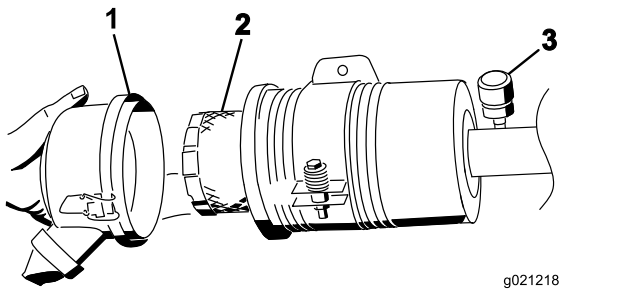

Figura 71
4. Retire y cambie el filtro (Figura 71).